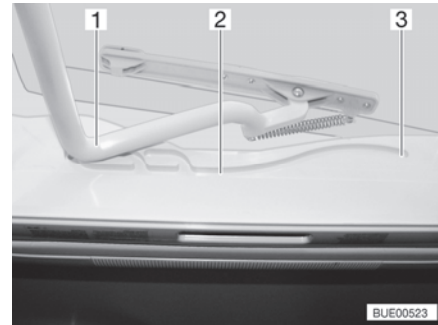

Bild 20 Führung (Heki-Dachhaube)
- Den Bügel (Bild 20,1) in den Führungen (Bild 20,2) bis in die hinterste Position (Bild 20,3) ziehen.
- Den Bügel (Bild 20,1) mit beiden Händen leicht nach oben drücken.
- Den Bügel in den Führungen (Bild 20,2) bis zur gewünschten Stellung ziehen.